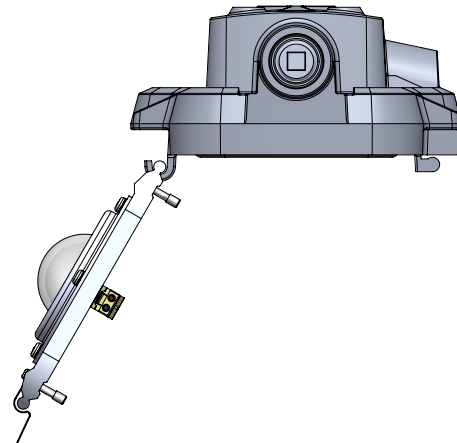

Figura 5. Extracción o instalación de la conexión del motor de luz LED
8. La conexión del motor de luz LED debe estar ahora desconectada y puede levantarse de los ganchos de las carcasas de los controladores de la luminaria (consulte la Figura 5).
10. Cuelgue el conector del motor de luz LED en los ganchos de la carcasa del controlador como se muestra en la Figura 5.